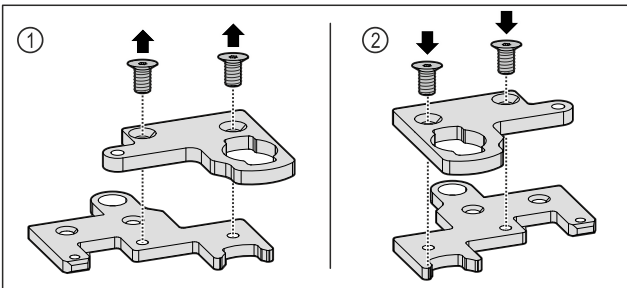

Fig. 27
- Zweiteiligen Scharnierwinkel auseinanderbauen. Fig. 27 (1)
- Zweiteiligen Scharnierwinkel um 180° gedreht wieder zusammenbauen. Fig. 27 (2)